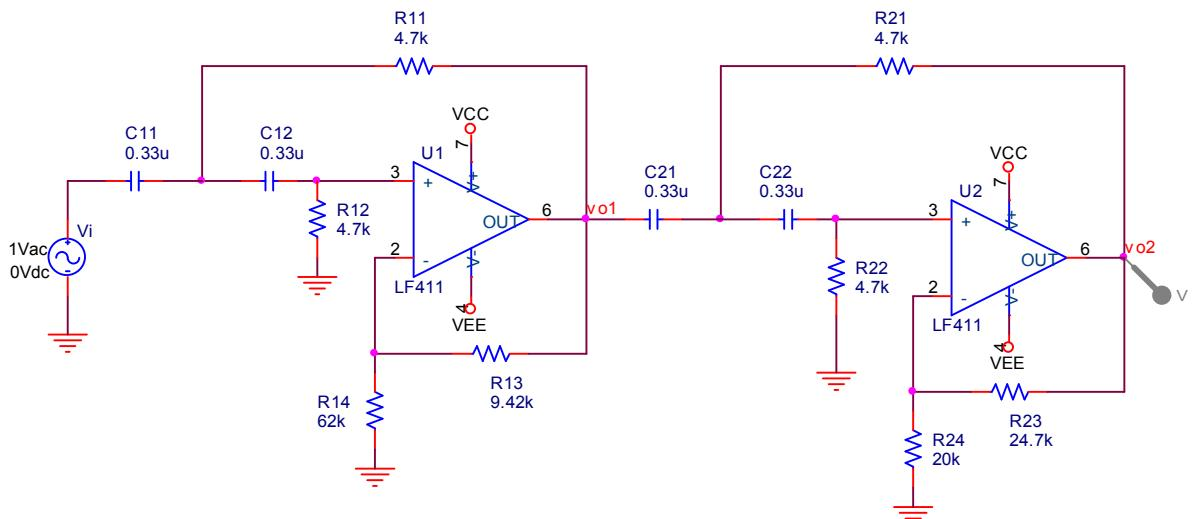

图 8.2.4 四阶巴特沃思高通滤波器
8.2.4 四阶巴特沃思高通滤波器如图 8.2.4。求通带增益、截止频率和幅频特性曲线。(sijiebatewosigaotong)